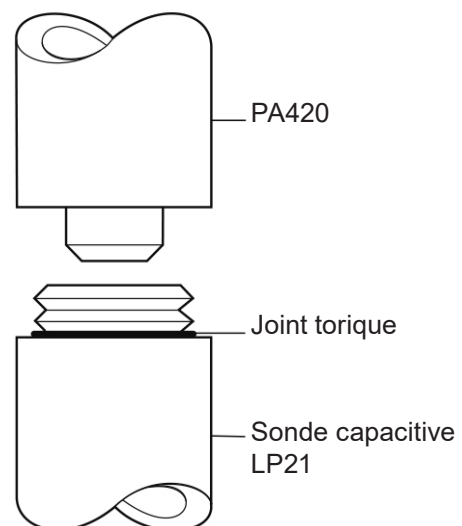

Fig. 2
- Un joint torique est fourni avec la sonde LP21 et le pré-amplificateur PA420. S'assurer qu'un seul joint torique est monté entre la sonde et le PA420 (voir Figure 2).